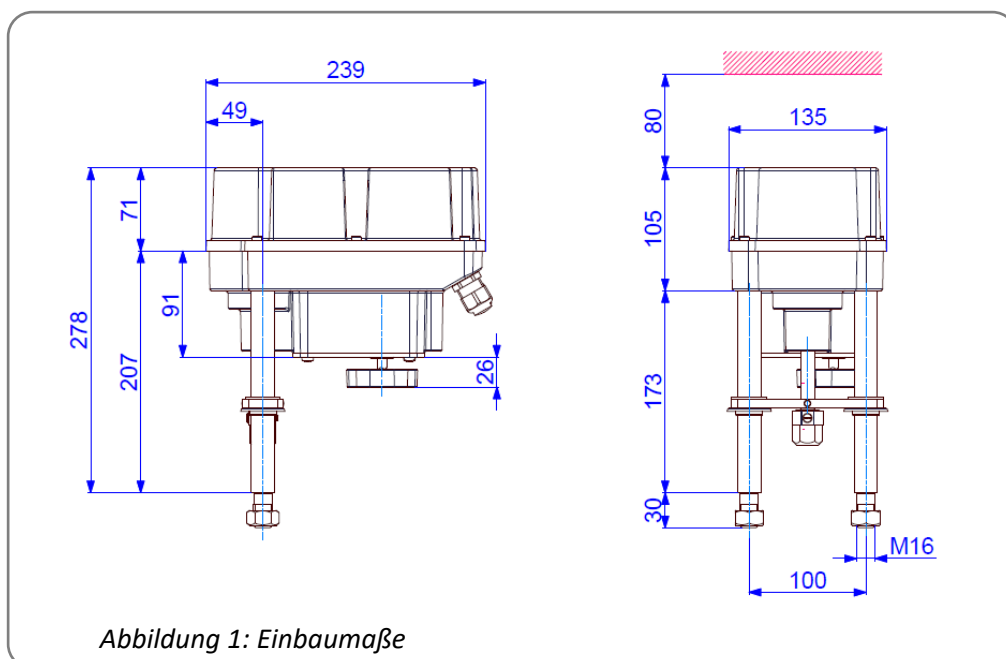
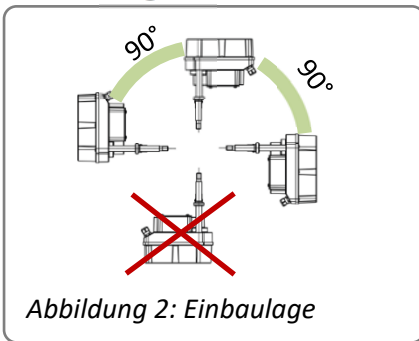

Abbildung 1: Einbaumaße
Abbildung 2: Einbaulage
- Die Antriebe müssen mit ausreichendem Freiraum zum Abnehmen der Haube eingebaut werden (Abbildung 1). Die Einbaulage ist beliebig mit Ausnahme „Haube nach unten“ (Abbildung 2).